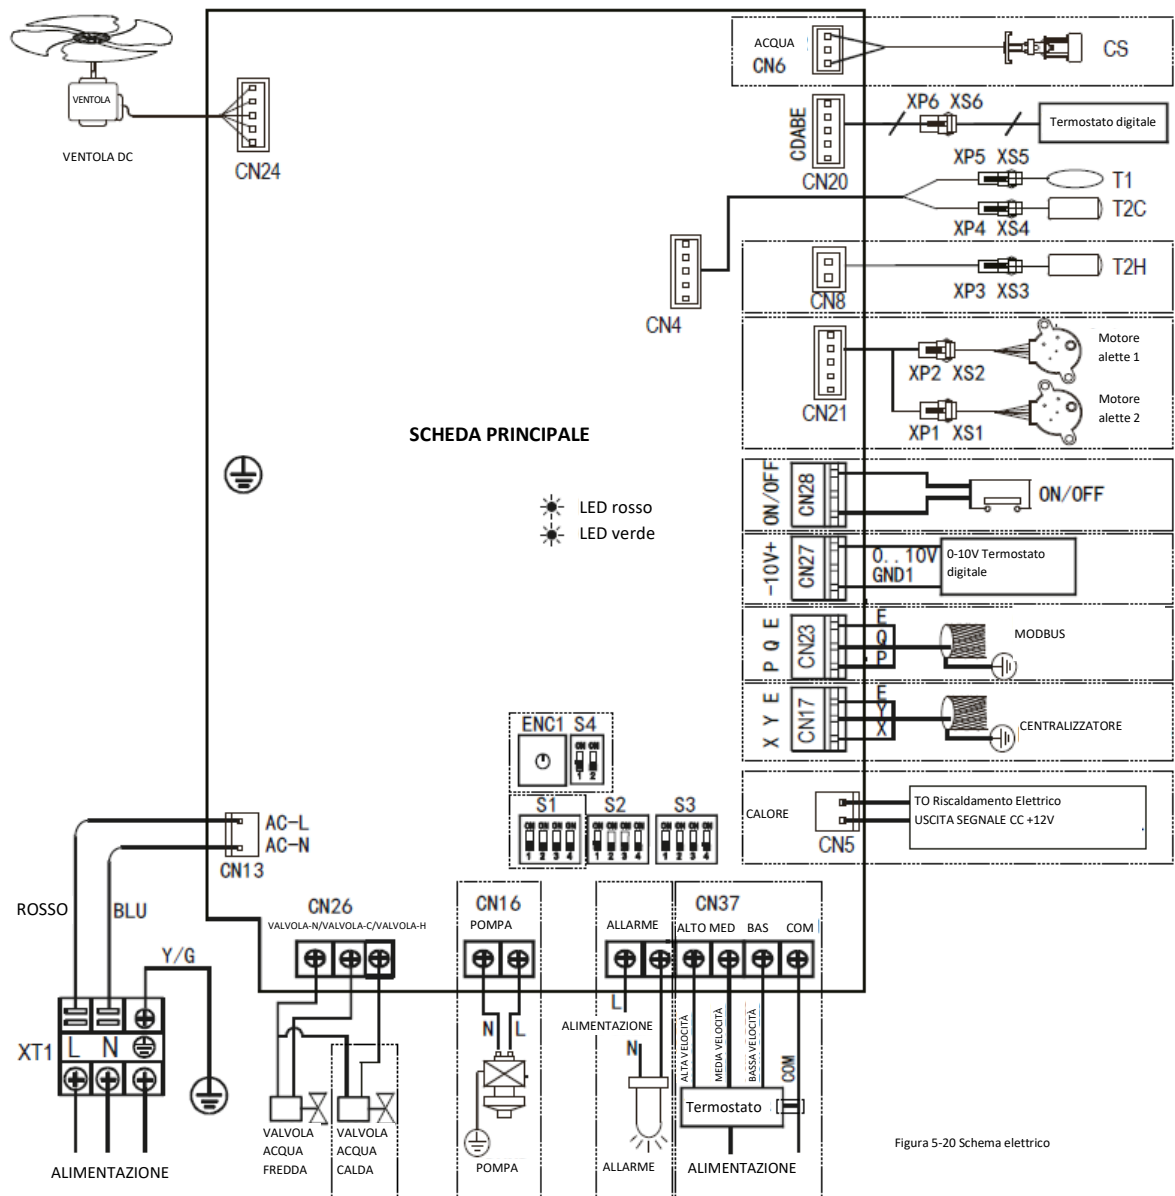

Figura 5-20 Schema elettrico
- Effettuare i collegamenti elettrici in base ai dati riportati nella targhetta (Figura 5-20) dell'unità.